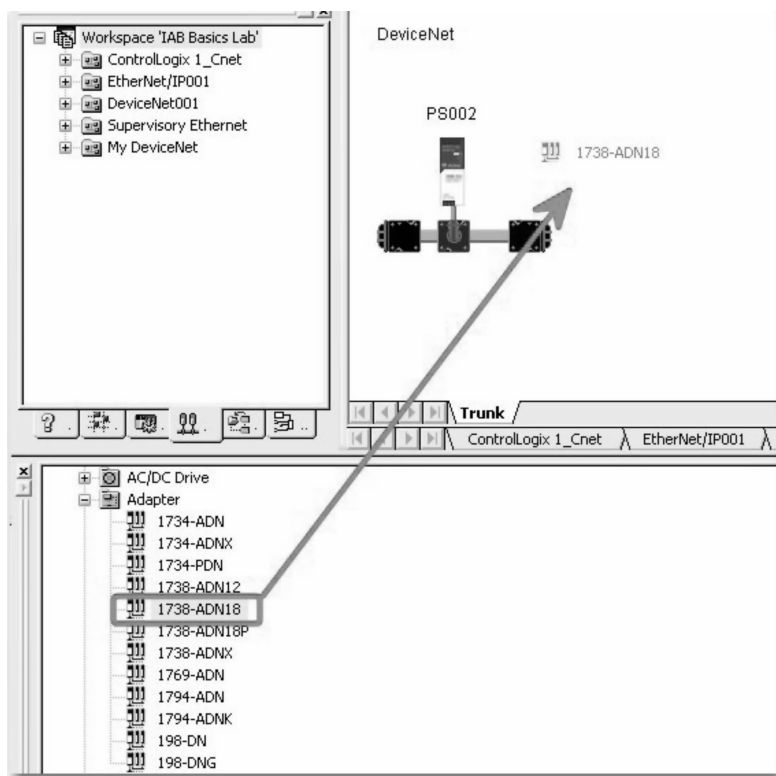

图 26-104 选择 1738-ADN18 适配器
2) 左键单击 1738-ADN18 适配器, 然后按住鼠标按键, 将其拖动到网络视图中。将出现一个加号图标, 以显示该设备对于网络合法, 如图 26-104 所示。